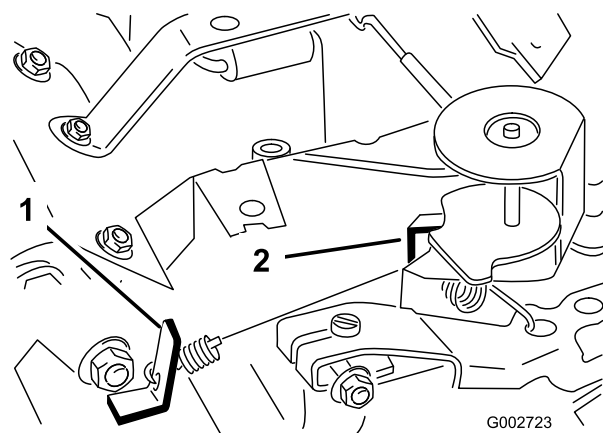

Figure 40
- Courbez la languette d'ancrage du ressort de ralenti réglé (Figure 40) pour obtenir un régime de ralenti de 1 675 à 1 175 tr/min.
6. Courbez la languette d'ancrage du ressort de haut régime (Figure 40) pour obtenir un haut régime de 3 350 à 3 450 tr/min.